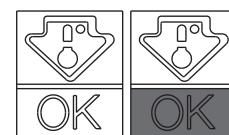

Fig. 5
- Per preservare il sapore, le proprietà nutritive e la freschezza degli alimenti, è consigliabile conservarli nel comparto frigorifero come mostrato in Fig. 5, avvolgendoli in fogli di alluminio o di plastica o collocandoli in adeguati contenitori chiusi per evitare la contaminazione reciproca.
Accertarsi che sia chiaramente visibile l'OK sull'indicatore della temperatura (Fig. 5).